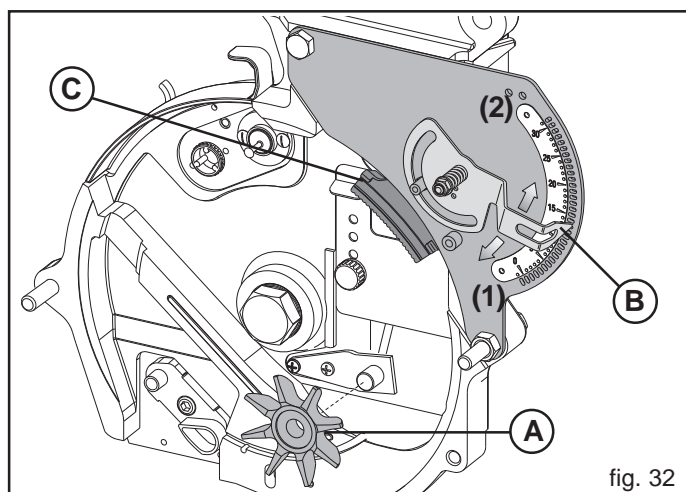

fig. 32
La Maison Productrice fournit, en série, (démonté) l'agitateur de graines pour chaque distributeur (A, Fig. 32).
Le déplacement de l'aiguille (B, Fig. 32) commande un curseur (C, Fig. 32) qui frôle le disque à la hauteur des trous et provoque la chute des graines excédentaires. Le sélecteur est réglé à chaque changement de graine et de disque vers les numéros inférieurs pour les petites graines (1, Fig. 32) et dans la direction contraire pour les graines plus grosses (2).
IMPORTANT: le sélecteur ne règle pas le débit d'air dans le distributeur; remplacer le curseur (C, Fig. 32) lorsque l'on change de type de semis (rangée unique, double rangée ou triple rangée).